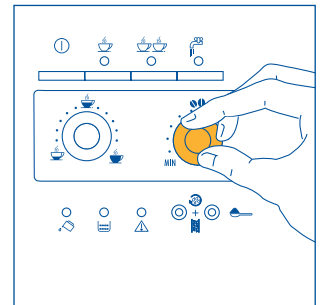
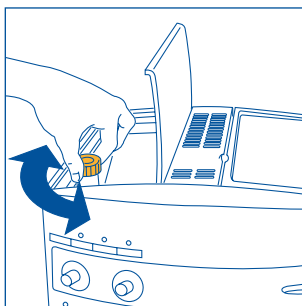

Fig.7
Fig. 17
- 2) Réglez le bouton de droite (fig. 7) pour programmer le goût désiré du café. Plus vous tournez dans le sens des aiguilles d'une montre et plus la quantité de grains à moudre augmentera et donnera un café plus fort. Lors de la première utilisation, il faut procéder par tentatives et faire plusieurs cafés pour trouver la bonne position du bouton. Attention à ne pas trop tourner dans le sens des aiguilles d'une montre, le café risquerait de couler trop lentement (goutte à goutte) surtout si vous devez faire deux tasses de café.
NOTA 1: Si le café coule goutte à goutte ou s'il ne sort pas du tout, tournez le bouton de réglage de la mouture (fig. 17) d'un cran dans le sens des aiguilles d'une montre (voir § 6). Tournez d'un cran à la fois jusqu'à obtention d'un débit satisfaisant
NOTA 2: si le café coule trop vite et que la crème n'est pas satisfaisante, tournez légèrement le bouton de droite (fig.7) dans le sens des aiguilles d'une montre. Procédez par tentatives et faites plusieurs cafés pour trouver la bonne position du bouton. Attention à ne pas trop tourner dans le sens des aiguilles d'une montre, le café risquerait de couler trop lentement (goutte à goutte) surtout si vous devez faire deux tasses de café. Si, au bout de quelques cafés la crème obtenue n'est pas satisfaisante, tournez également le bouton de réglage de la mouture (fig.17) d'un cran en sens inverse des aiguilles d'une montre (voir § 6).
Pour résoudre ce problème, il faut régler le degré de mouture du moulin à café en tournant le bouton de réglage (fig. 17) d'un cran en sens inverse des aiguilles d'une montre (voir chap. 6)
Le moulin à café ne doit pas être réglé, du moins au début, puisqu'il est préréglé en usine pour que le café coule correctement. Cependant, si après les premiers cafés le café coule trop vite ou trop lentement (goutte à goutte) vous devez régler le problème en agissant sur le bouton de réglage du degré de mouture (fig. 17). Pour obtenir une sortie plus rapide du café (sans gouttes) tournez le bouton d'un cran (égal à un chiffre) dans le sens des aiguilles d'une montre.